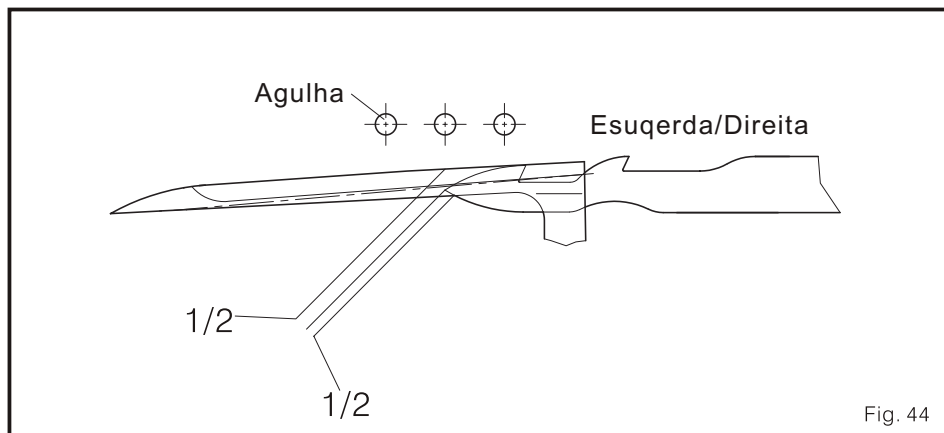

Fig. 44
- (1) quando a agulha esteja no ponto mais alto. E também o looper fique no ponto morto esquerdo, a posição diante/posterior da faca inferior é aproximadamente  $\frac{1}{2}$  da grossura do looper (Fig.44)